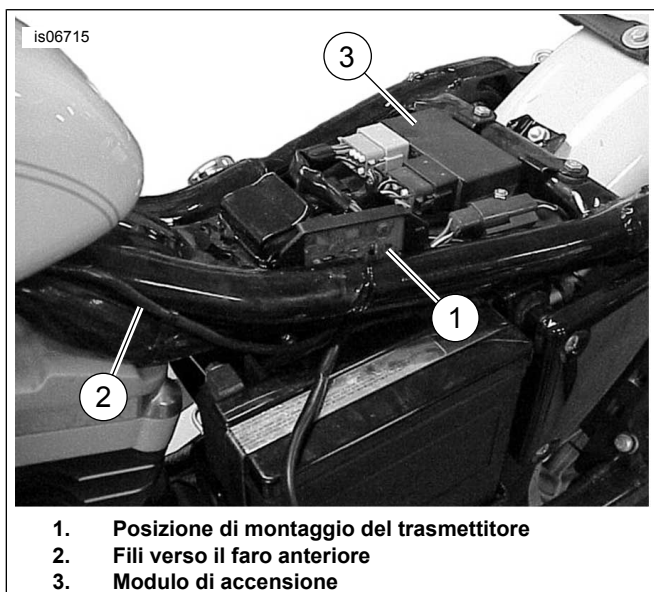

Figura 7. Montaggio del trasmettitore e disposizione dei fili (modelli Sportster 2003 o anni precedenti)
2. Vedere Figura 7. Posizionare il trasmettitore (1) sul cablaggio principale nell'area sotto la sella, il più lontano possibile dal serbatoio dell'olio, fissandolo al cablaggio con le fascette fermacavi prese dal kit. Andare alla sezione **Collegamento del cablaggio**.